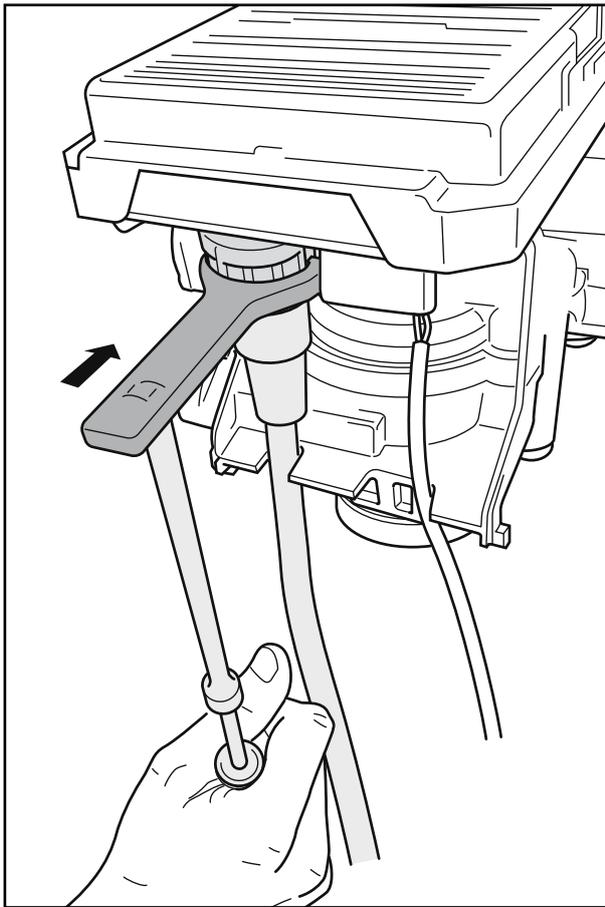
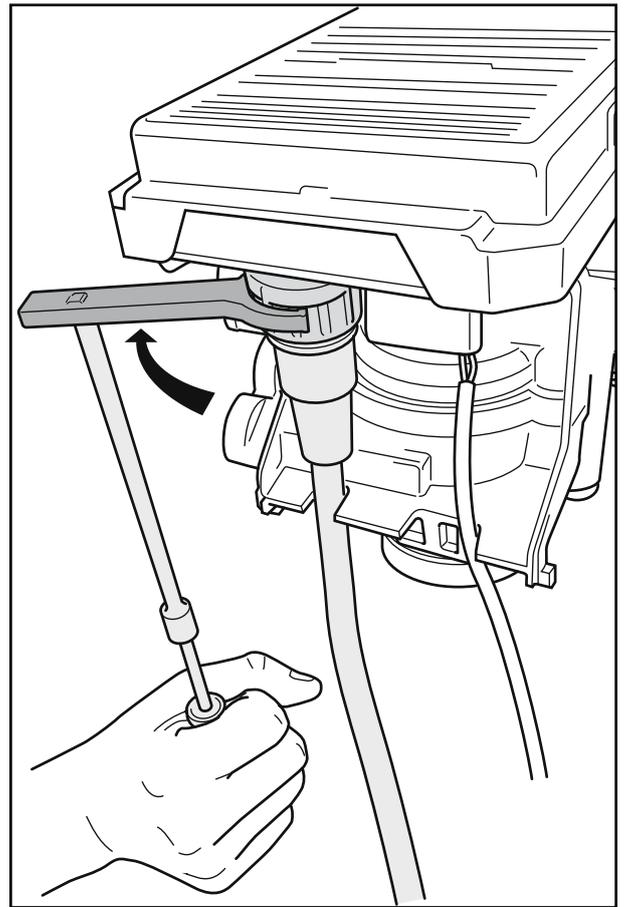

Fig. 1
Fig. 2
- Posizionare l'estrattore sul connettore a baionetta come illustrato (Fig.1), rilasciarlo ruotandolo in senso orario (Fig.2).